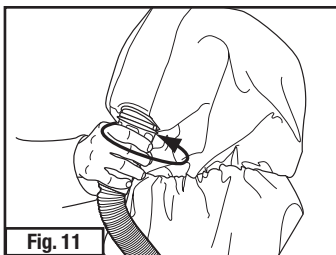
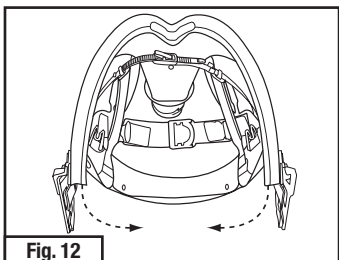
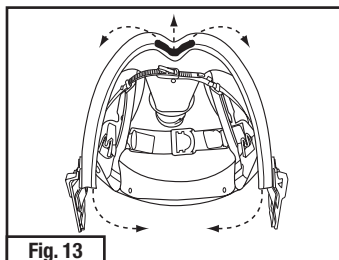

Fig. 11
Fig. 12
Fig. 13
- Ajuste el flujo de aire del Arnés para la cabeza Premium S-950 para usarlo cómodamente al rotar la Cubierta para ajuste de flujo de aire (S-955) de acuerdo con la Fig. 11. Durante el uso del equipo, el flujo de aire puede direccionarse principalmente hacia el visor frontal (Fig. 12) o dividirse para proveer más flujo de aire a la parte superior de la cabeza (Fig. 13).